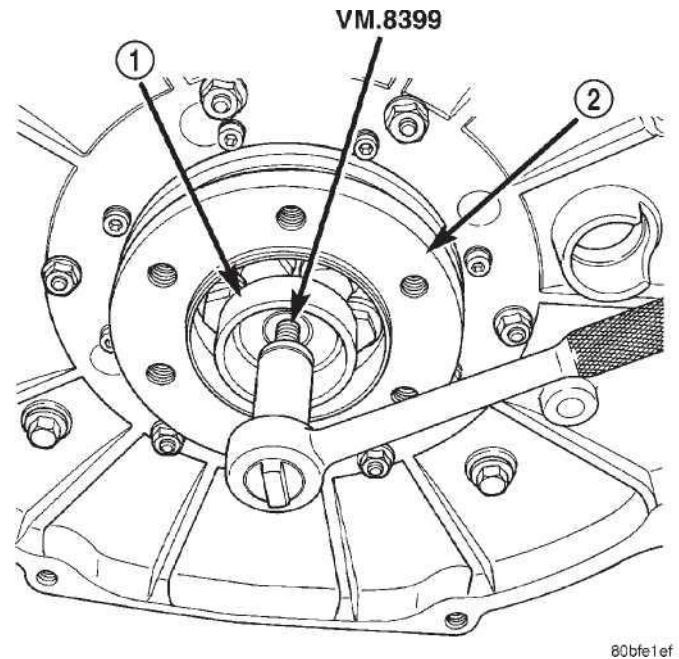

Рис. 107 Transmission Демонтаж направляющей втулки
- (2) Сожмите специальный инструмент VM-8399 для удаления направляющей втулки передачи (Рис. 107).